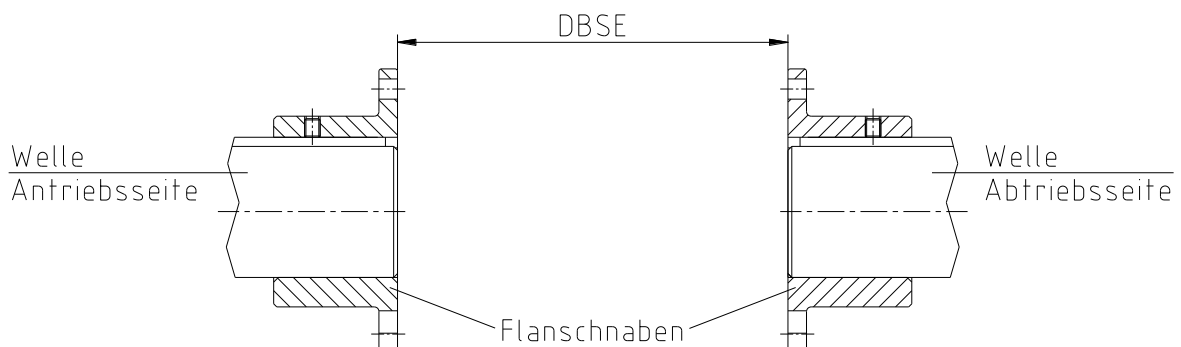

Bild 4: Montage der Flanschnaben
- Montieren Sie die Naben auf die Welle der An- und Abtriebsseite (siehe Bild 4).